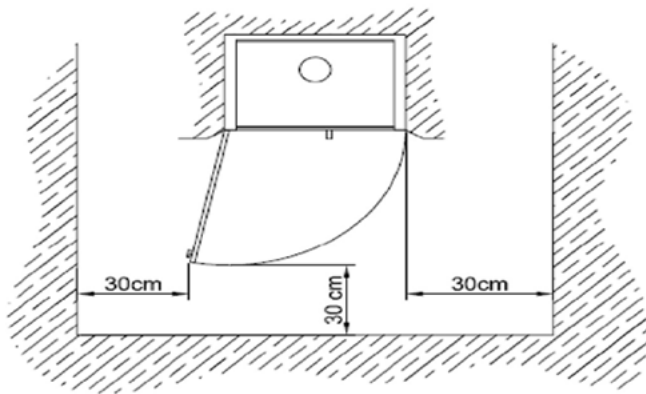

FIG. 10
- Maintenez éloignés tous les matériaux combustibles (meubles, rideaux, vêtements, etc.) à une distance minimum de sécurité de 0,90m. (Fig. 10)